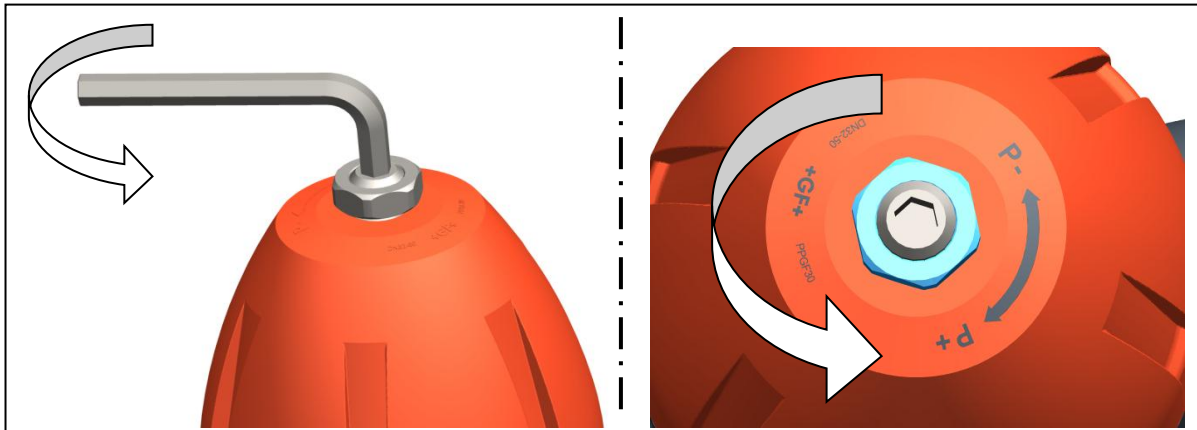

Fig. 5
- ▶ Para reducir el valor de consigna: destensar el resorte. Para ello, girar el husillo en el sentido contrario al de las agujas del reloj, ver la fig. 5